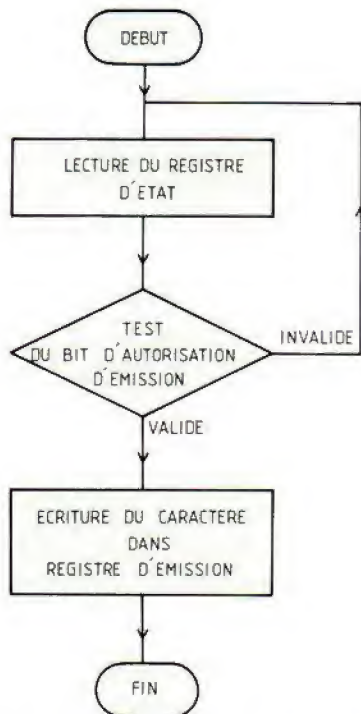

Fig. 6. - Organigramme d'un sous-programme standard d'émission de caractères.
Le deuxième sous-programme à écrire est celui d'émission de caractères. Ici encore il est exclusivement fonction de votre UART mais on peut tout de même en donner un organigramme général. En effet, tous les UART programmables utilisés sur les micro-ordinateurs ont un registre dans lequel un bit indique si l'on peut émettre ou non un caractère. La figure 6 est alors tout à fait logique puisque la première opération qui y est réalisée consiste à lire le registre d'état de l'UART. On teste ensuite le bit d'autorisation d'émission de l'UART. Si celui-ci est valide (1 ou 0 selon le type d'UART), le caractère à envoyer au modem est placé dans le registre d'émission et le sous-programme est terminé (l'UART prenant intégralement en charge sa transmission). Si le bit n'est pas valide, on attend son changement d'état en bouclant sur son test.
- Prendre un isolant très mince (2 à 3/10 mm), très résistant, genre presspahn ou bakélite ou rhodoïd ou toile de laine de verre. Le découper aux dimensions et forme de la partie à recouvrir (voir fig. 6).
• Figure 6, p. 146, n° 1732 :  $C_8$  n'est pas relié au point commun de  $L_3$  et  $C_7$ , mais au gate du transistor  $T_3$ . Le CI et la pose des composants sont exacts.